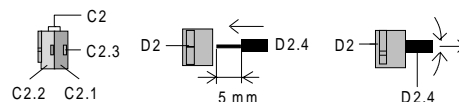

Bild 4: Anschließen/Abklemmen der Busleitungen
**Anschließen der Busleitung (Bild 4)**
**Abklemmen der Busleitung (Bild 4)**